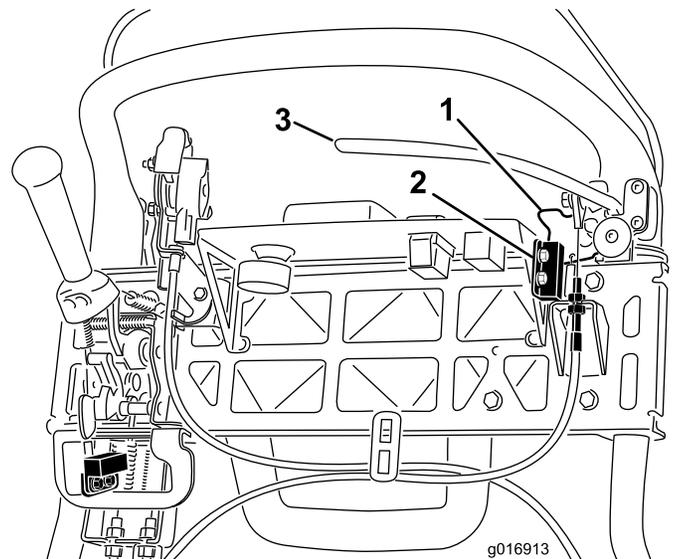

图45
4. 松开并取下联锁开关安装紧固件(图45)。
5. 在手刹锁定装置与联锁开关之间放入 1.6mm 厚的塞尺(图45)。
4. 要增加拉线的张力，请拧松上部拉线锁紧螺母并拧紧下部拉线锁紧螺母（图45），直至为了松开手刹锁定装置，需要对刹车制动杆手柄施加 156N 的力。